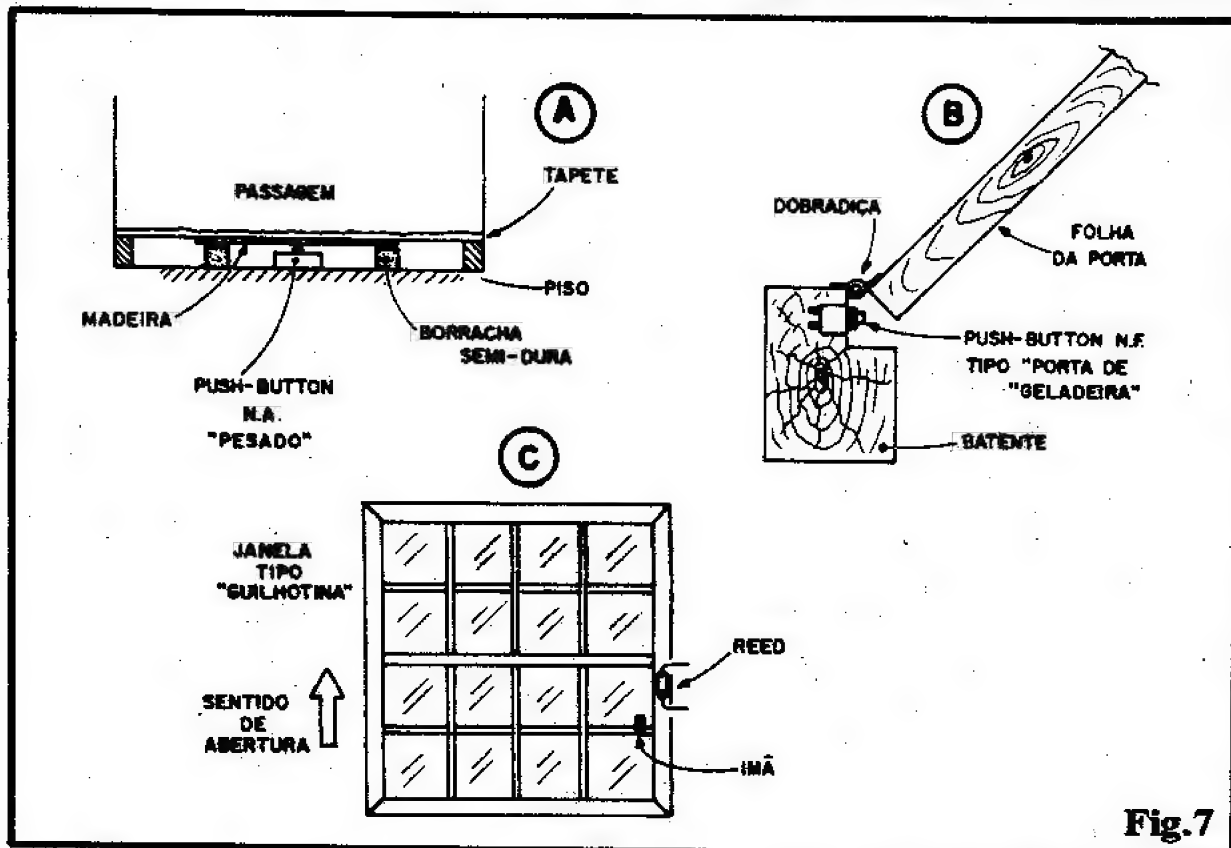

Fig. 7
- **FIG. 7 - SUGESTÕES PARA O SENSOREAMENTO LOCALIZADO** - São muitas as possibilidades práticas finais, no sensoramento localizado acoplável ao ALMENA (via linha paralela, conforme diagrama básico da fig. anterior...). Na figura mostramos três alternativas (das muitas que o Leitor/Hobbysta pode "descobrir" ou inventar...):
- Pelos (poucos, mas extremamente válidos e práticos) exemplos dados na fig. 7, o Leitor/Hobbysta já terá intuído a enorme versatilidade do ALMENA, capaz de aceitar sensoramentos os mais diversos, simultaneamente (graças à sua característica N.A.). Muitas outras possibilidades existem, ficando a critério da imaginação inventiva dos Hobbystas (Vocês são todos, temos certeza, "Profs. Pardais" natos, caso contrário não teriam se dedicado ao fascinante Hobby Eletrônico...). São muitos